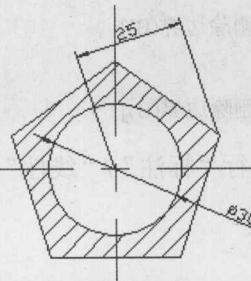

图 1-1
在图 1-1 中, 我们见到的是一根空心五棱形棒的断面效果图。
(1) 设置图层：执行“格式” / “图层”，在弹出的“图层特性管理器”对话框中设置“粗实线”，“中心线”（图中红色线）和“细实线”图层。
(2) 绘制两相交的中心线，即图 1-1 中的红色线。
(3) 在“粗实线”图层下绘制圆（半径为 15）。